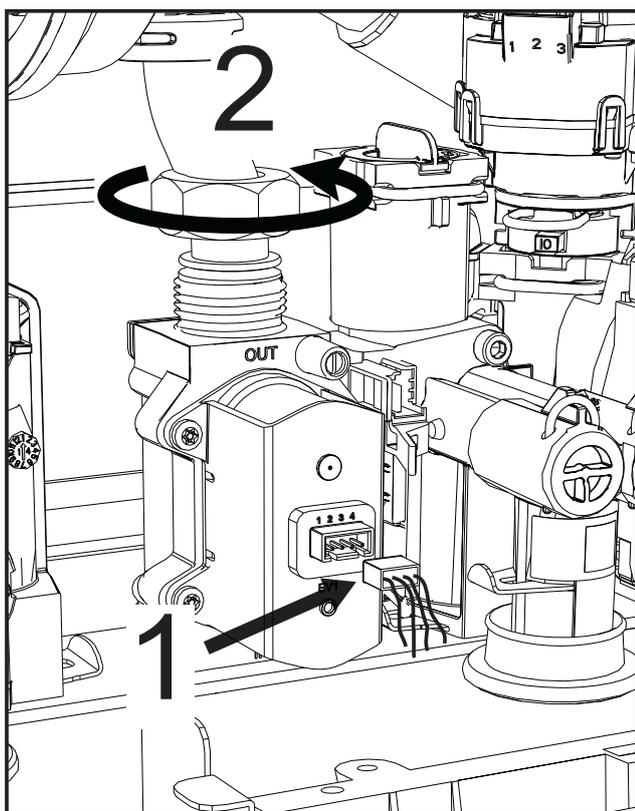

рис. 43
- Отсоедините электрические разъемы 1 (рис. 43).
- Отсоедините трубку подачи газа 2 (рис. 43).